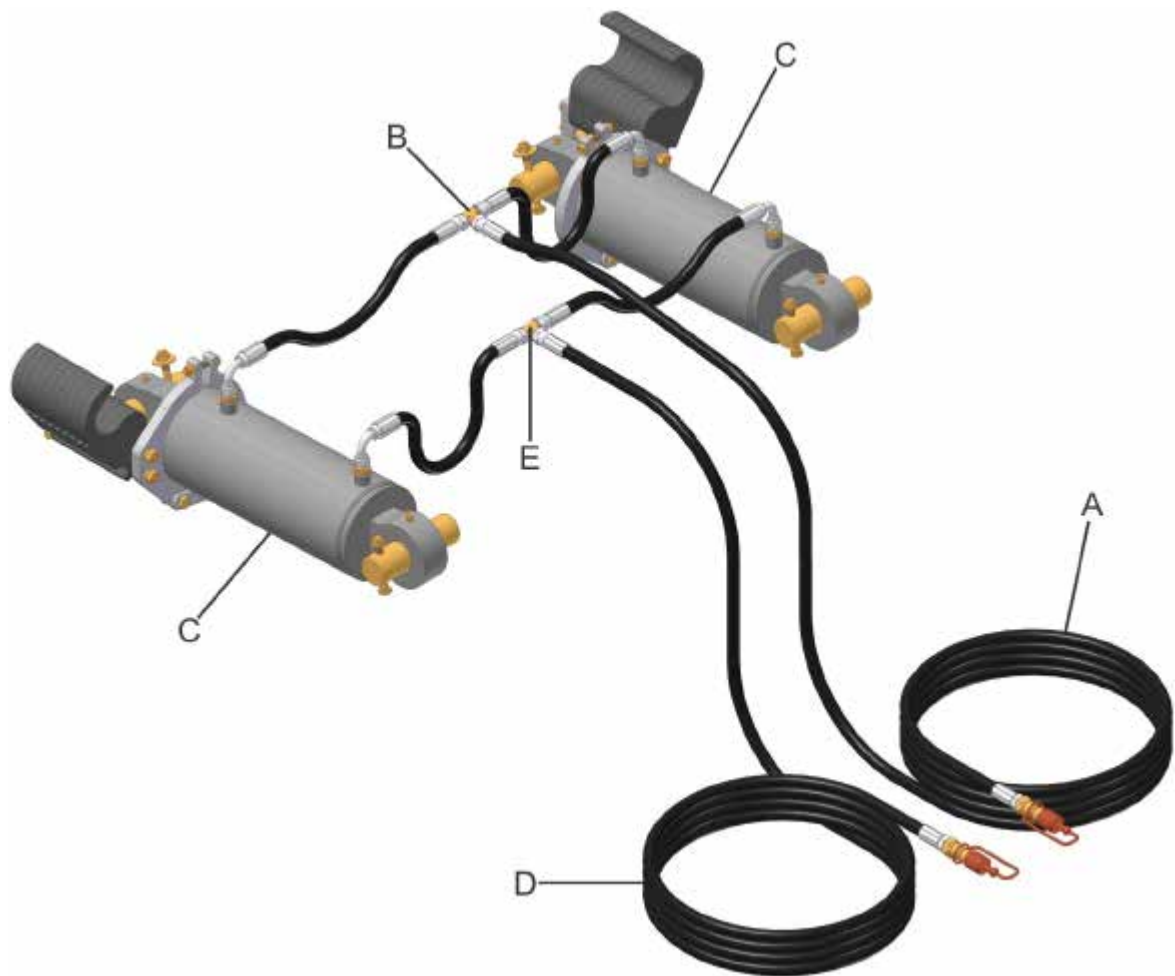

fig. 23
Coloque a mangueira na direção de fluxo trator-plantadora (A) (fig.23), na conexão de união (B) da parte traseira do cilindro (C).